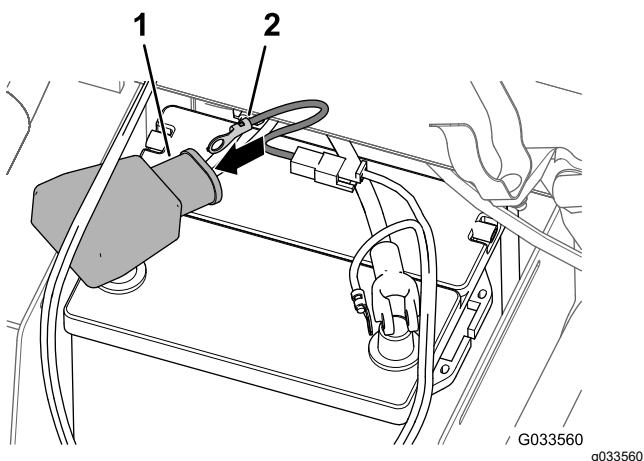

Figura 29
4. Aliniați borna inelară a siguranței fuzibile (cablajul pulverizatorului) prin capacul lat de baterie, aa cum este indicat în Figura 29.